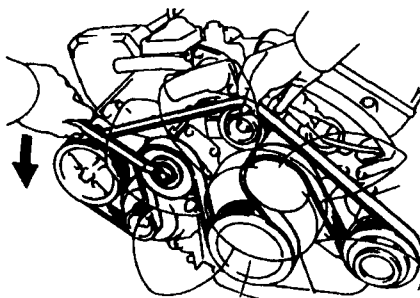

图 12 在取下传动带前放松张紧带轮——1993~
4) 反时针转动张紧带轮,从而放松传动带张力,取下传动带(图 12)。